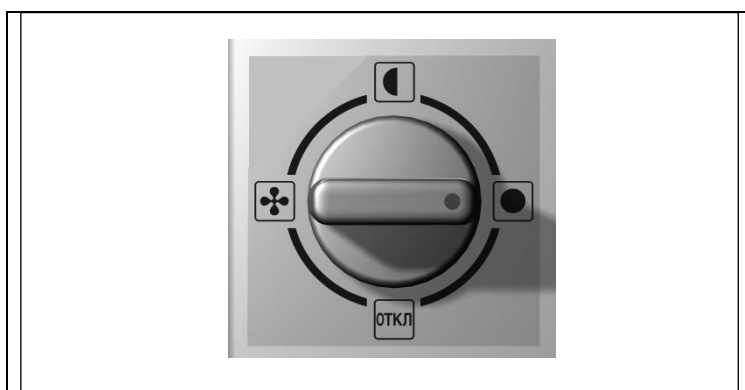

Рис. 1. Блок управления завес ТЗ-3С и ТЗ-5С.
- установочные и габаритные размеры завесы представлены рис.1 Приложения;